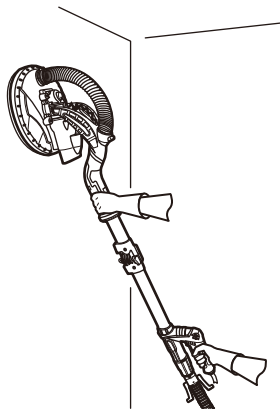

Fig. 13
- > Sujete la herramienta con una mano en la empuñadura principal (5) y con la otra mano en la superficie de agarre (1) (Fig. 13).